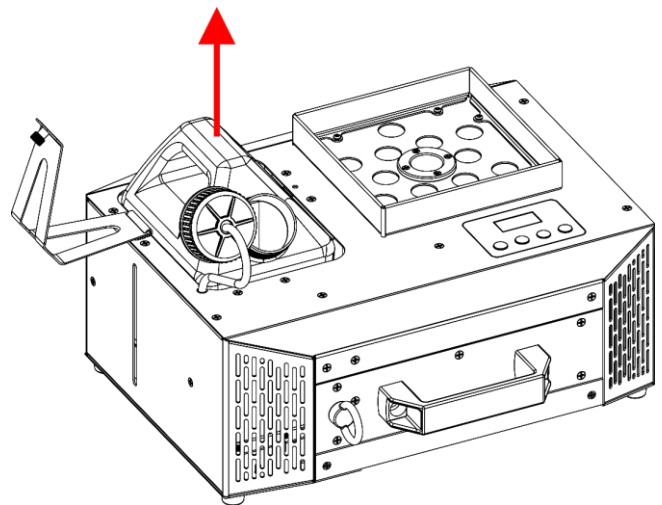

Fig. 41
- 05) Haal de **vloeistoftank (02)** eruit, zoals getoond in Fig. 41.